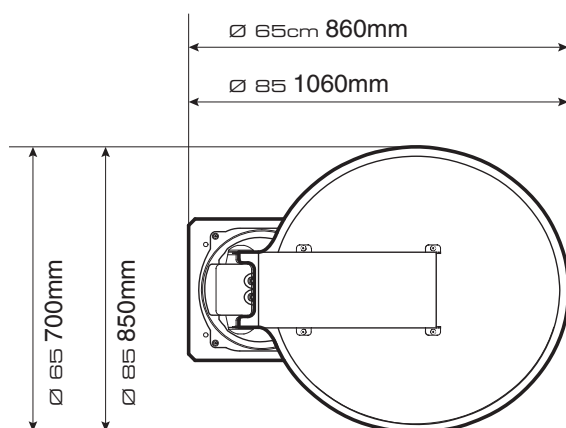

Abb. 3
- ausreichend Platz vorhanden ist, um die Außeneinheit in eingefahrenem Zustand montieren zu können (Abb. 3).